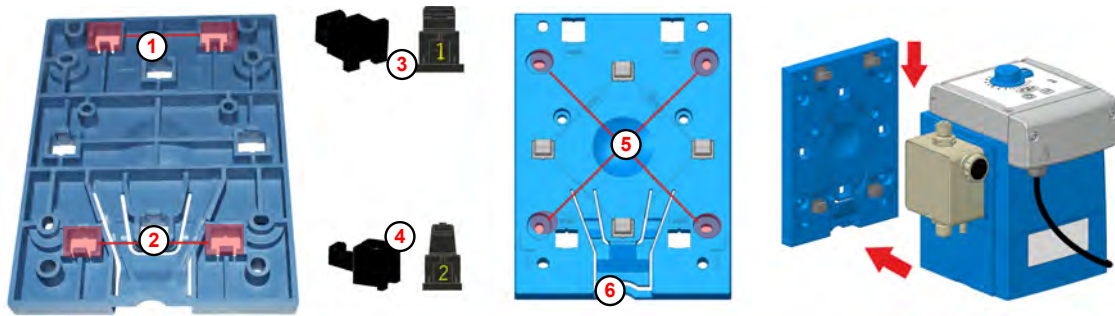

Abb. 15: Vorbereitungen zur Wandmontage
Auf der Unterseite der Montageplatte sind die Öffnungen für die Wandmontage (Abb. 15 , ① bzw. ②) mit der Ziffer 2 gekennzeichnet.